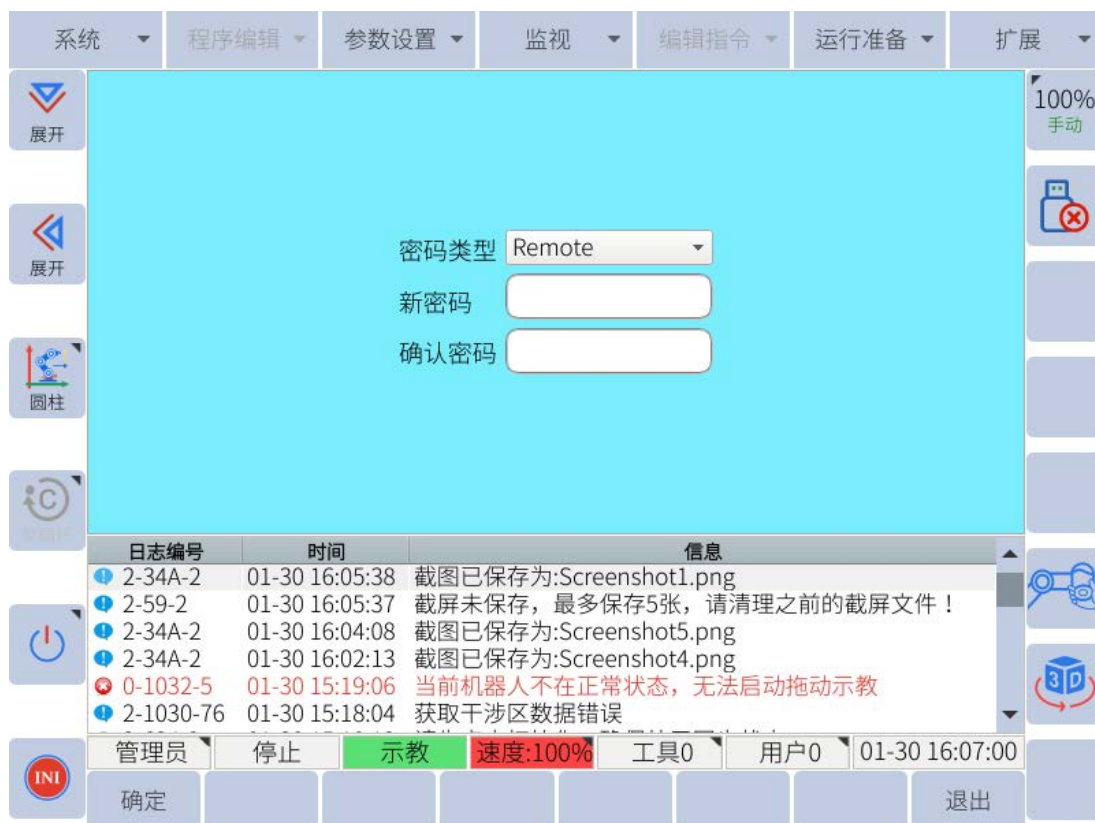

图 11-3：设置新密码
2. 选择密码类型，输入新密码并进行确认，如图 11-3 所示。